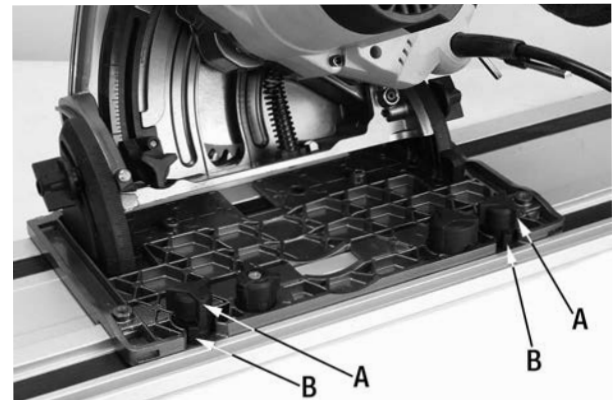

FIGURE 11
10) Utilisez les boutons de réglage fin (A) Fig.11 pour éliminer le jeu de la rail de guidage, voir les instructions sur cette page pour des instructions spécifiques sur la façon d'éliminer le jeu de la rail de guidage.
- 1) Desserrez les deux boutons de réglage fin (A) Fig.11, déplacez les deux leviers du bouton de réglage fin (B) complètement vers la gauche ou la droite. Reserrez les deux boutons de réglage fin.